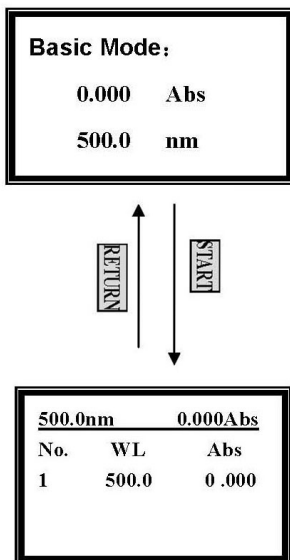

Figura 5
- Pulse **[ENTER]** para cambiar la longitud de onda, y después ajuste el blanco. Una vez ajustado, la pantalla se mostrará como en el display superior (Figura 5).
- Pulse **[START/STOP]** en la pantalla superior para pasar a la pantalla de testeo (inferior en la figura 5).